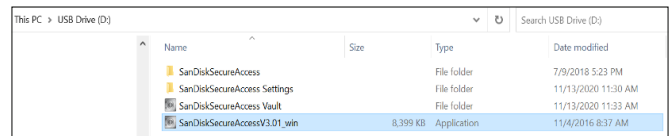

Figure 1 : Dossier protégé par un mot de passe sur la clé USB contenant le logiciel d'installation
2. Branchez la clé USB sur l'un des ports USB de l'ordinateur portable et ouvrez le contenu comme indiqué ci-dessous. Double-cliquez sur le fichier exécutable de la **Figure 1**.